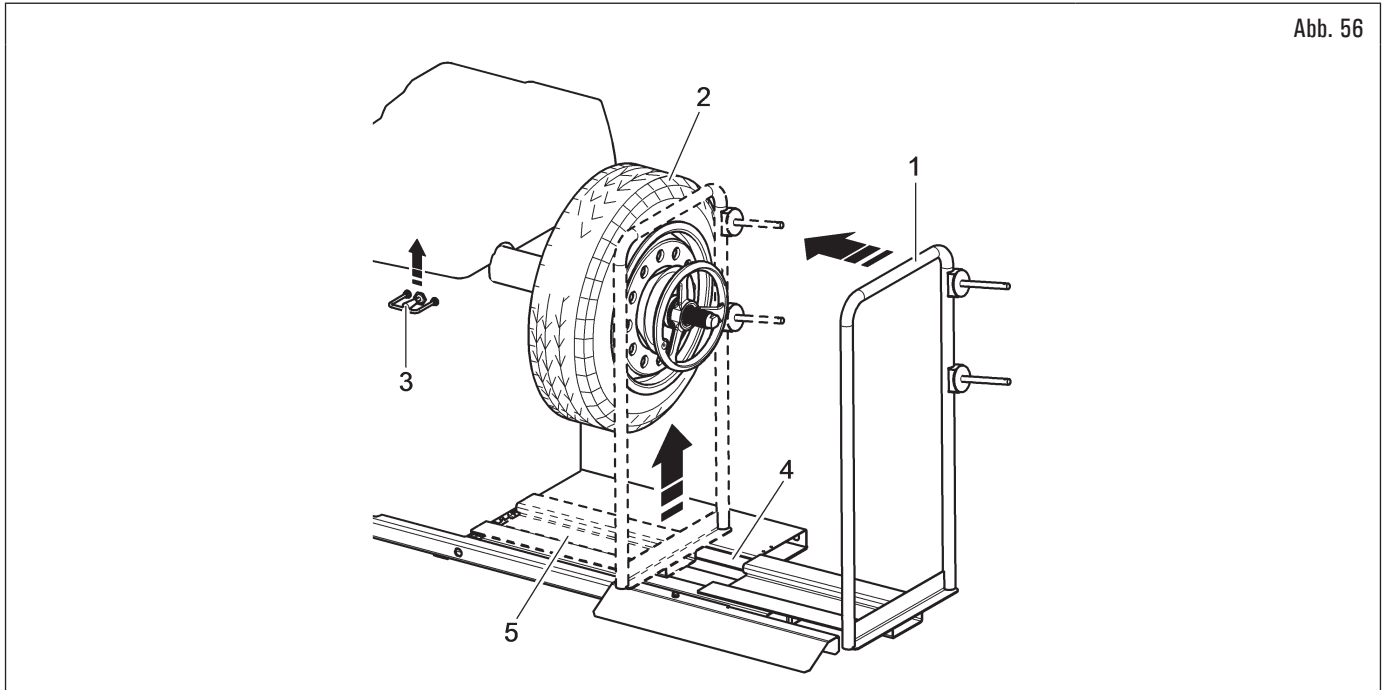

Abb. 56
1. Bewegen Sie die Radhalterung nach links (Abb. 56 Pkt. 1) und die Standfläche des Rades (Abb. 56 Pkt. 5) unten den Reifen (Abb. 56 Pkt. 2);
2. Heben Sie das Bedienungselement der Hubvorrichtung (Abb. 56 Pkt. 3) und das Trittbrett (Abb. 56 Pkt. 4) heben lassen, um die Radstütze (Abb. 56 Pkt. 5) mit dem Reifen sich zu berührt (Abb. 56 Pkt. 2);